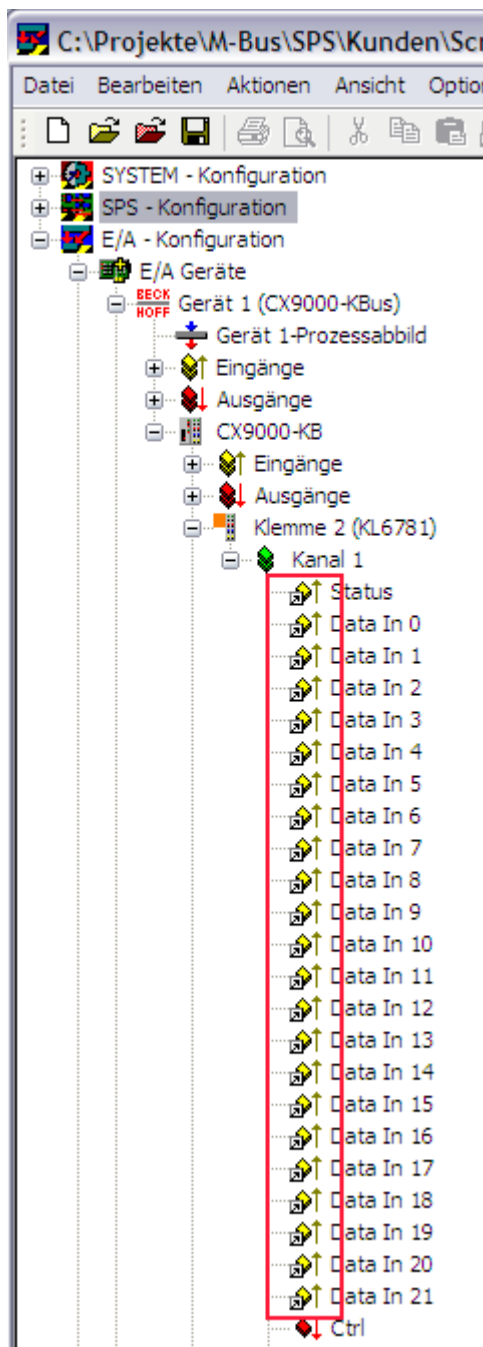

Bild 3
7. Kontrollieren Sie die Verknüpfungen. Gehen Sie dazu auf die KL6781 und öffnen Sie diese. Alle Daten der Klemme müssen jetzt mit einem kleinen Pfeil markiert sein (siehe Bild 3). Ist dies der Fall, fahren Sie genauso mit den Ausgängen fort.